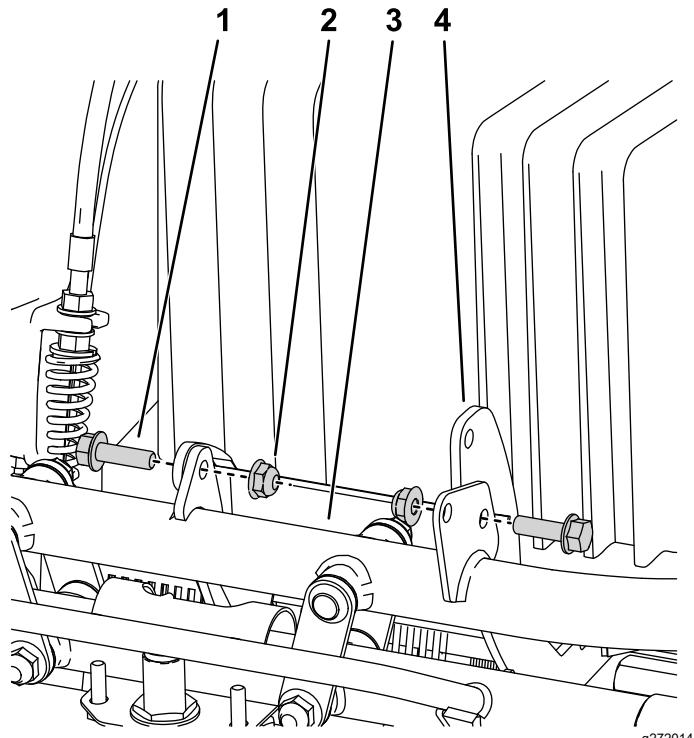

Figura 4
4. Remova os dois parafusos e porcas que prendem a plataforma da bateria à frente da máquina e remova a plataforma e a bateria (Figura 4).